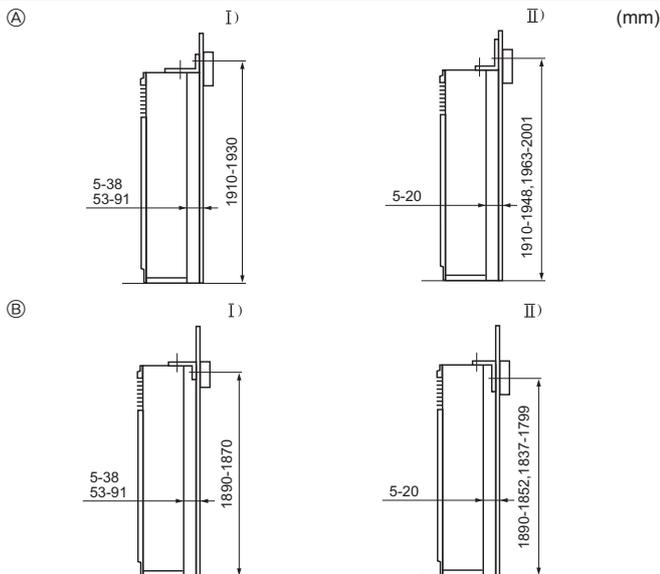

Fig. 3-3
① Beveiligingsbeugel
De beveiligingsbeugel ① bevindt zich aan de bovenkant van het apparaat. Verwijder de zelftappende schroeven ② en plaats de beveiligingsbeugel hierna zoals getoond in de afbeelding. Zie Fig.3-3 voor de juiste afstanden bij installatie van de beveiligingsbeugel.
- E Verwijder de schroeven ④ en trek de grill naar voren om deze te verwijderen.
3.3. Aanbrengen van de beveiligingsbeugel (Fig. 3-3)